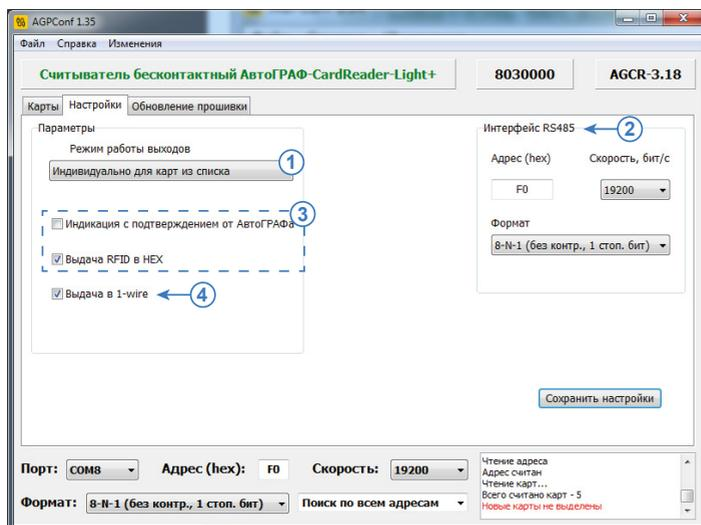

Рис.7. Вкладка «Настройки».
- Номер карты RFID должен вводиться в том формате, в котором считыватель выдает номера внешнему устройству по RS-485. Формат выдачи определяется настройкой «Выдача RFID в HEX» на вкладке «Настройки» (Рис.7, п.3).
- Формат, в котором считывается номер карты, зависит от настройки «Выдача RFID в HEX», установленной в считывателе (Рис.7, п.3).
Режимы работы выхода (Рис.7, п.1)
Настройка интерфейса RS-485 (Рис.7, п.2)
Дополнительные настройки RS-485 (Рис.7, п.3)
Для работы считывателя с бортовым контроллером «АвтоГРАФ» по шине 1-Wire необходимо включить в считывателе опцию «Выдача в 1-Wire» (Рис.7, п.4).